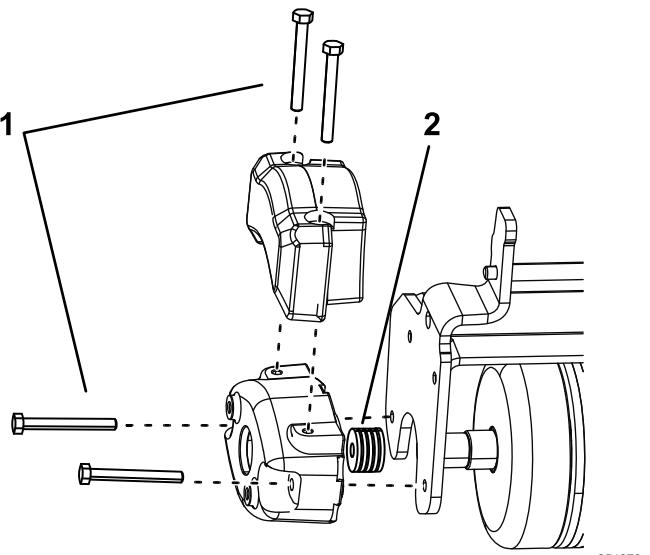

Bild 5
2. Setzen Sie die zwei Schrauben (5/16-18" x 2 3/4") ein, wie in **Bild 5** abgebildet..
3. Legen Sie vier Distanzstücke (1/8") pro Schraube zwischen das Gegengewicht und die Seitenplatte der Dreifachrolle (**Bild 5**).